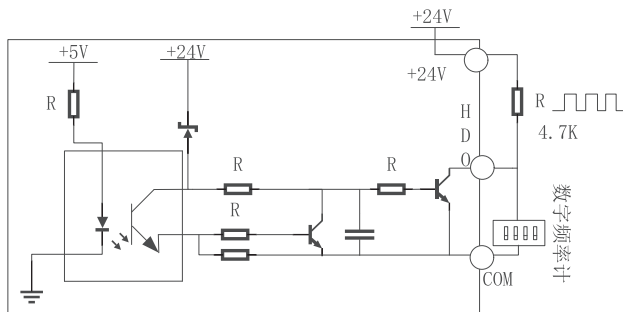

图4-4-3 输出端子HDO连接方式1
- (1) HDO用作数字脉冲频率输出，可使用变频器内部的+24V电源，接线方式如图4-4-3所示：